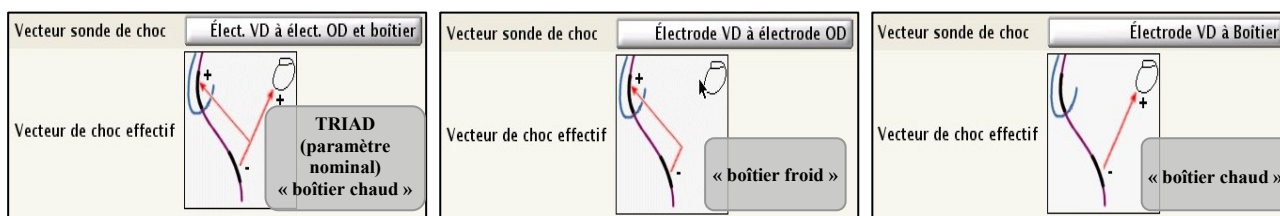

Figure 1. Configurations programmables du vecteur de choc pour COGNIS et TELIGEN.
- **Sélectionnez un vecteur de choc différent et vérifiez les mesures d'impédance.** Le vecteur de choc des appareils COGNIS et TELIGEN peut être programmé dans l'une des trois configurations (Figure 1).